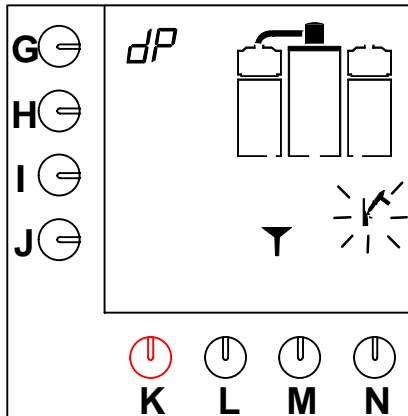

Abb. 16 Kaffeebrühsystem benötigt die Entkalkerlösung
- Es ertönt ein akustisches Signal, das Hammersymbol blinkt und es erscheint ein Trichter im Display (Abb.16).